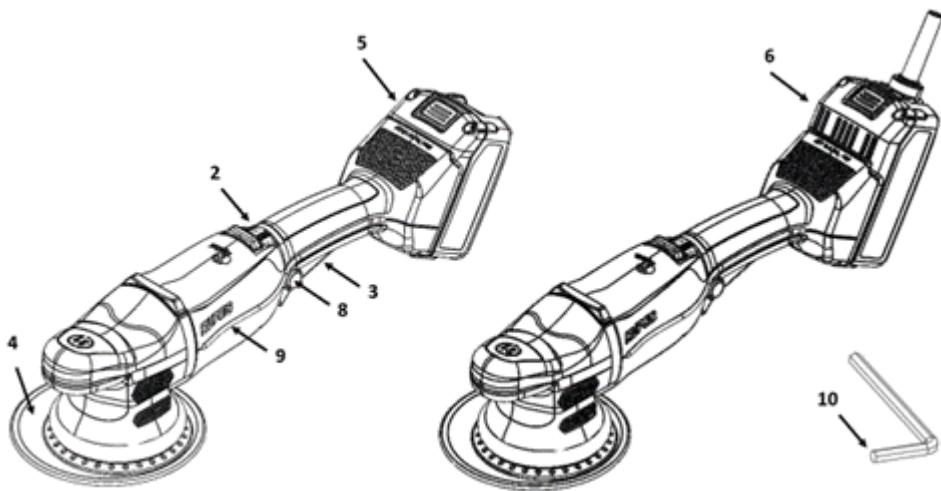

Fig.1
- Coloque el plato de apoyo (4) en el centro; gire ligeramente el plato de apoyo hasta que esté en la posición correcta en el eje (Fig. 1);